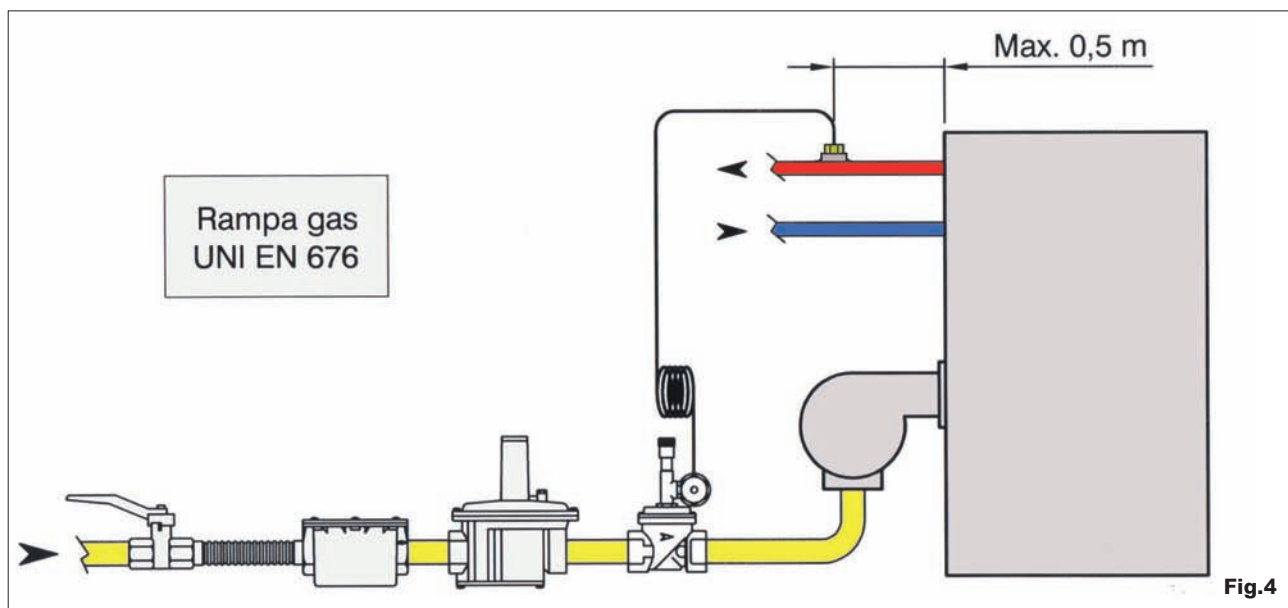

Fig.4
- L'elemento sensibile della valvola (bulbo), con il relativo pozzetto, deve essere immerso nella corrente del fluido in uscita dal generatore entro 0,5 metri dal generatore stesso ed a monte di qualsiasi intercettazione (Fig. 4).